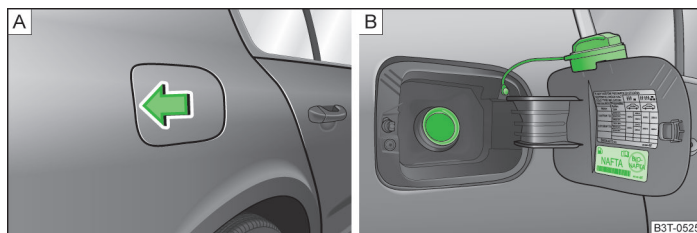

Fig. 164 Trappe du réservoir ouverte/trappe du réservoir avec bouchon dévissé
Les types de carburant prescrits pour votre véhicule sont indiqués sur la face intérieure de la trappe du réservoir » fig. 164 à la page 208 – [B].
- Appuyez sur la trappe du réservoir dans le sens de la flèche » fig. 164 – [A].
- Dévissez le bouchon du réservoir en le faisant tourner vers la gauche et fixez-le en haut de la trappe du réservoir » fig. 164 – [B].